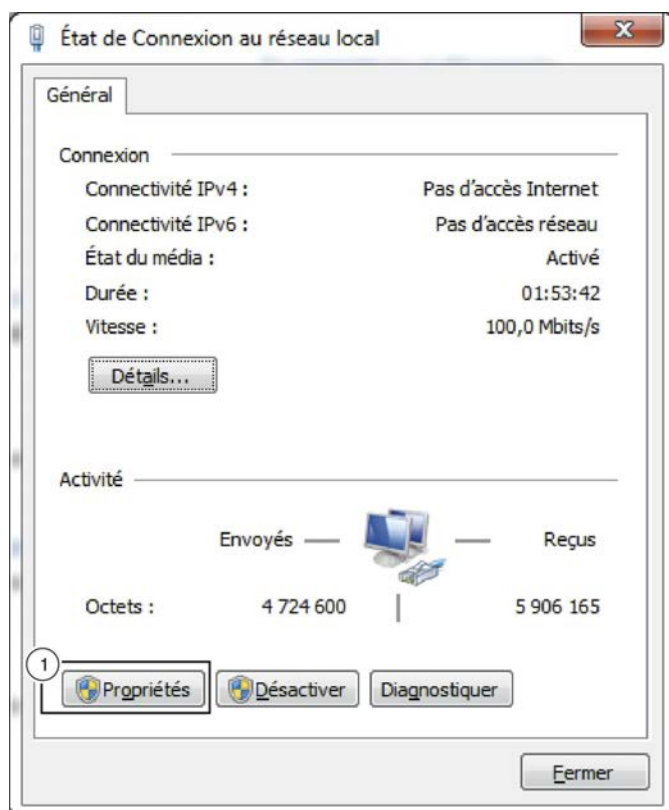

Fig. 40: Statut de la connexion au réseau local
5. ▶ Sélectionner « *Propriétés* » (Voir la Fig. 40/1).